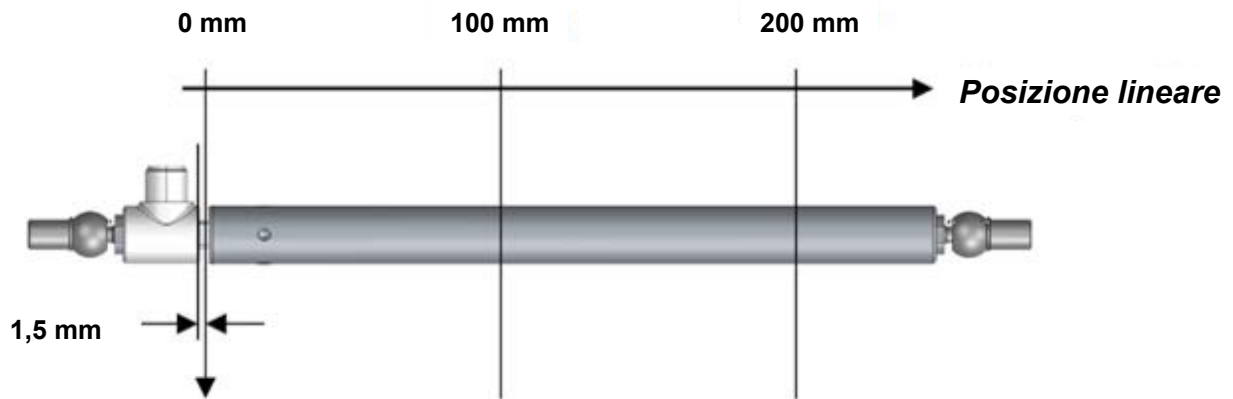

Figura 10. Posizione meccanica a 0 mm
- **ZERO:** la Figura 10 e la Traccia 1 mostrano rispettivamente la posizione meccanica del sensore e del PDO1, che contiene la misura associata.